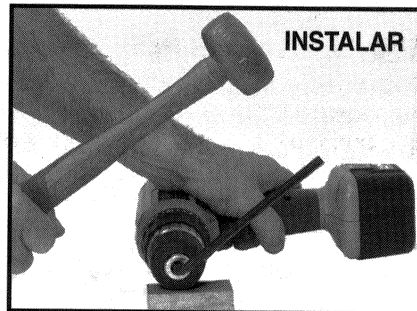

Fig. 10
7. Atornille el portabroca en el árbol (eje) en sentido a las manecillas del reloj. Apriételo a mano. Inserte la llave hexagonal como está indicado en el número 5 de arriba. Con el mandril en una superficie sólida, coloque la llave hexagonal a la derecha (vea Fig. 10) y golpéela con un martillo para asentar el portabroca en el eje.